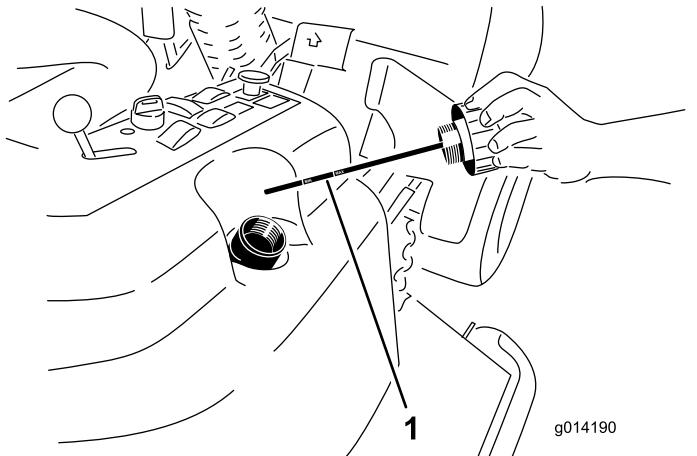

Figura 48
4. Retire o tampão de enchimento hidráulico (Figura 48) do tubo de enchimento.
5. Retire a vareta e limpe-a com um pano limpo (Figura 48).
6. Coloque a vareta no tubo de enchimento, retire-a e verifique o nível de fluido (Figura 48). Se o nível não estiver dentro da área com ranhuras na vareta, adicione óleo hidráulico de alta qualidade suficiente para elevar o respetivo nível até à área com ranhuras. **Não encha demasiado.**